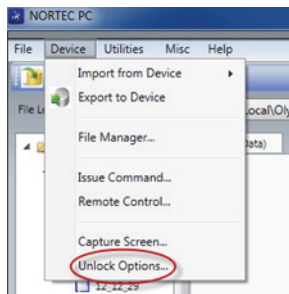

Abbildung 6-26 Befehl Unlock Options
2. Wählen Sie im Menü **Device** der NORTEC PC Software **Unlock Options** aus (siehe Abbildung 6-26 auf Seite 352).